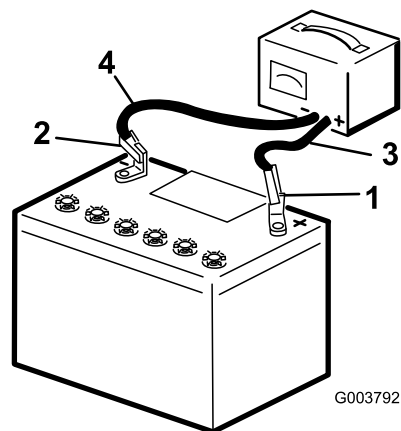

Figura 39
3. Caricate la batteria per 10 o 15 minuti a 25 – 30 A o 30 minuti a 4 – 6 A (Figura 39). Non sovraccaricate.
4. Quando la batteria è completamente carica, staccate il caricabatterie dalla presa elettrica e scollegate i cavi di ricarica dai poli della batteria (Figura 39).